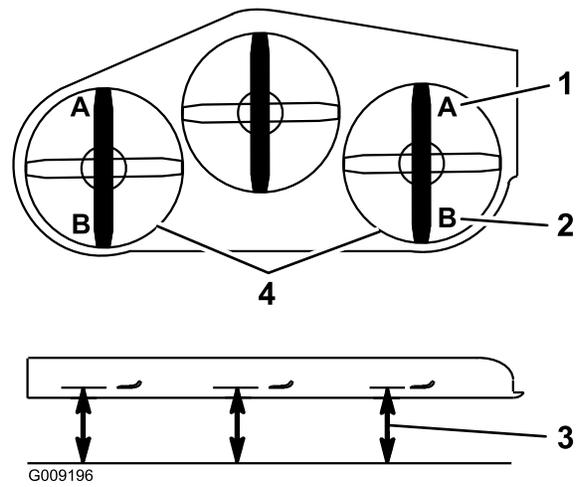

**Figura 87**
5. Pressione totalmente o pedal de elevação da plataforma e a plataforma vai trancar na posição de transporte de 14 cm (Figura 87).